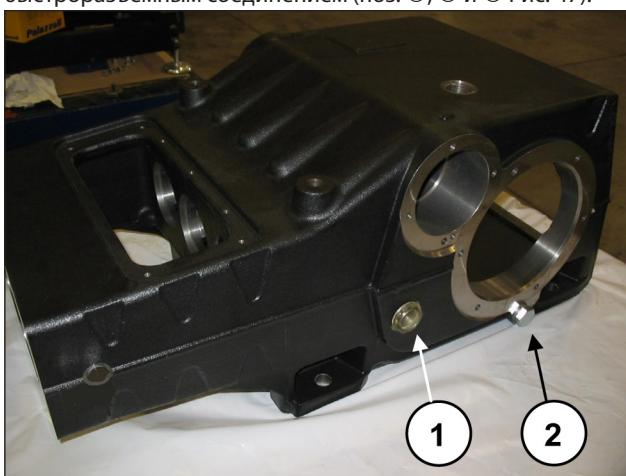

Рис. 47
Установите два индикатора уровня масла, две маслосливные пробки и угловой патрубок 90° с быстроразъемным соединением (поз. ①, ② и ③ Рис. 47).